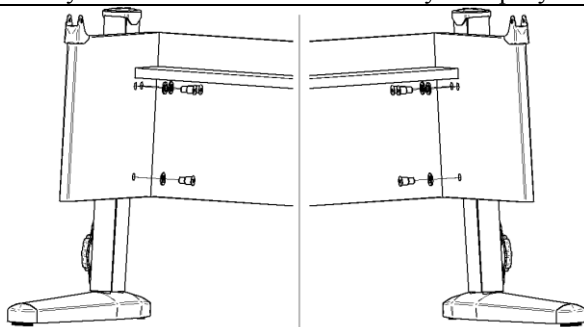

Рис. 9
4.3.3. На винт (поз.7, пакет № 71) надеть шайбу (поз.9, пакет № 71), ввернуть и затянуть винт с шайбой в стойки левую и правую согласно рис. 9.